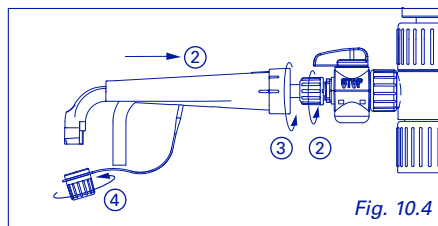

Fig. 10.4
- 3 Insérer le bec verseur (Fig. 10.4)